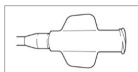

Figure 2 : Embase d'irrigation
2. Si une irrigation est souhaitée, relier l'embase d'irrigation à la seringue fournie, remplie de sérum physiologique stérile (Figure 2).